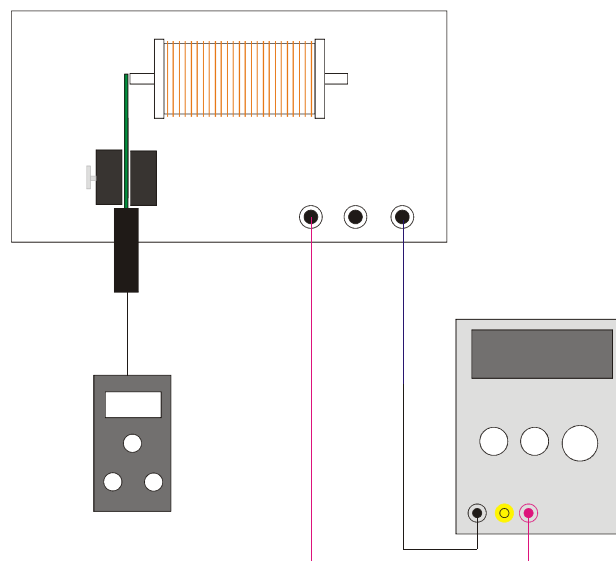

Fig. 2: Montagem da experiência “medição estática”
- Ligar fonte, bobina e teslâmetro conforme Fig. 2.